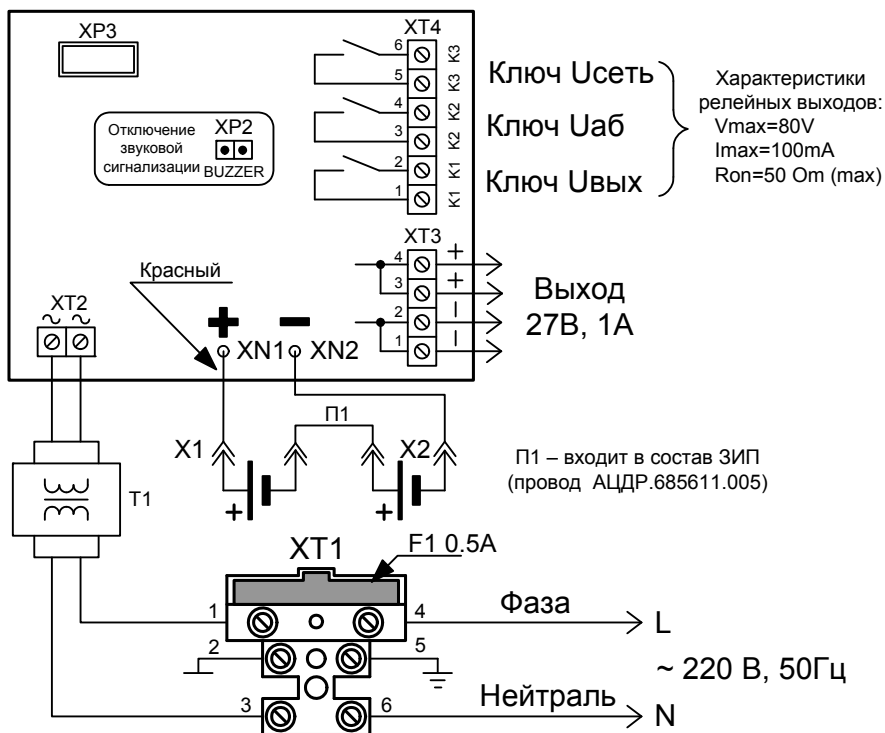

Рисунок 1 Схема подключения РИП
1.2.15 РИП обеспечивает возможность отключения звуковой сигнализации путём снятия перемычки с разъёма ХР2 (расположение разъёма показано на Рис. 1.).
**Внимание!** При подключении внешнего питающего напряжения 220 В к сетевой колодке необходимо соблюдать правильность подключения проводов «фаза» и «нейтраль». Подключение производить в соответствии с рисунком, расположенным на внутренней стороне корпуса или в соответствии с Рис. 1 данной этикетки.
в) подключить нагрузку к выходной клеммной колодке, соблюдая полярность (ХТЗ/1,2 – «-», ХТЗ/3,4 – «+», см. Рис. 1).
ж) При необходимости организации дистанционной сигнализации наличия сетевого напряжения, выходного напряжения и напряжения батареи подключить выходы оптореле К1, К2 и К3 к шлейфам сигнализации приборов согласно Рис. 1. Состояния цепей оптореле приведены в Таблице 1.